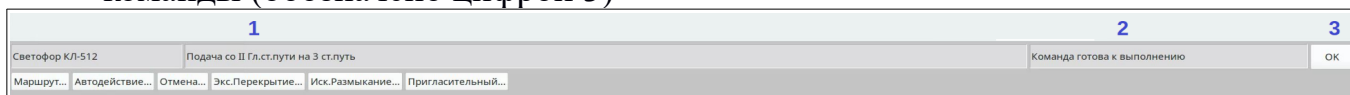

Рисунок 16. Командная строка задания маршрута
- д) в строке команд (см. рис. 16) появляется выбранный маршрут (обозначено цифрой 1), готовность команды (обозначено цифрой 2) и кнопка запуска команды (обозначено цифрой 3)